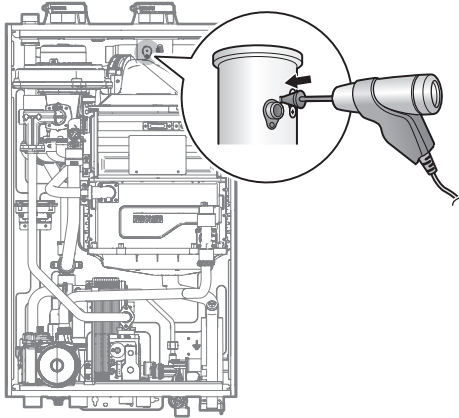

Figura 7. Inserte el Analizador
- a. Suelte el tornillo, gire la placa y quite la junta para acceder al orificio de monitoreo de emisiones, como se muestra en la Figura 7.
- b. Inserte el analizador en el orificio (Figura 7).